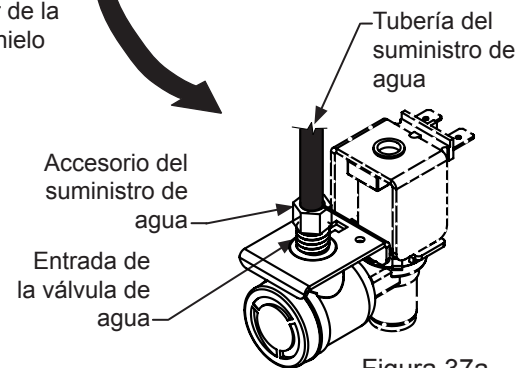
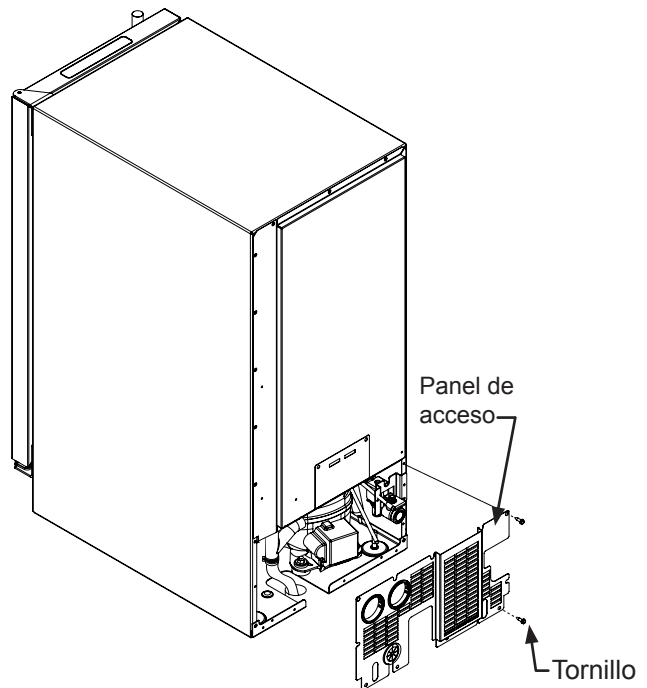

Figura 37a
Figura 38
2. Desconecte el accesorio de conexión del suministro de agua en la entrada de la válvula de agua (vea la Figura 37a).
3. Cambie el control electrónico al modo de limpieza (CLEAN) durante aproximadamente un (1) minuto. Esto energizará y abrirá la válvula de agua, y eliminará la mayor parte del agua de la válvula de agua y de la tubería de agua entre la salida de la válvula de agua y el depósito.
6. Desmonte la tapa de acceso de la parte posterior de la máquina de hielo (vea la Figura 38).